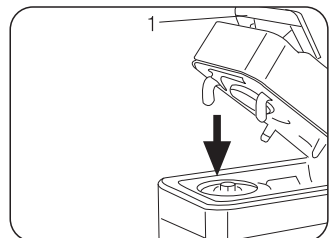
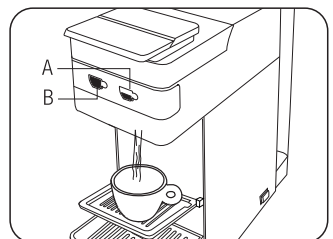

Fig. 9
Fig. 10
- Refermer complètement le levier (1) (Fig. 9) et presser une des touches de distribution: courte (A), longue (B) selon vos goûts. (Fig. 10)
Distribution longue: Presser et garder la touche enfoncée (B). La machine commencera à distribuer l'eau. Une fois que le niveau d'eau désiré est atteint lâcher la touche (B). La machine interrompra alors la distribution d'eau et la quantité restera mémorisée pour les distributions futures. (Fig. 10)
Distribution courte: Presser et garder la touche enfoncée (A). La machine commencera à distribuer l'eau. Une fois que le niveau d'eau désiré est atteint lâcher la touche (A). La machine interrompra alors la distribution d'eau et la quantité restera mémorisée pour les distributions futures. (Fig. 10)